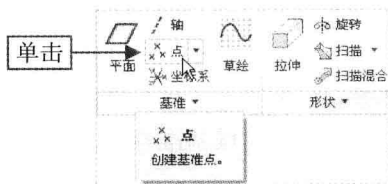

图 4-5 单击“点”按钮
Step 02 在“功能区”选项板的“模型”选项卡中，单击“基准”面板中的“点”按钮，如图4-5所示。